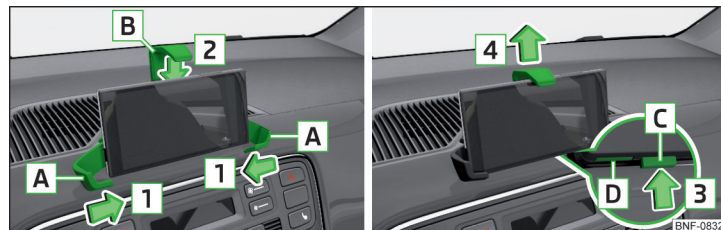

Fig. 79 Isætning af telefon / Aftagning af telefon
- Sæt telefonen ind mellem armene **A**, skub den i pilens retning **1**, og fastgør på den måde telefonen » Fig. 79.
- Tryk på knappen **C** i pilens retning **3**. Armen **B** bevæger sig til udgangspositionen i pilens retning **4** » Fig. 79.